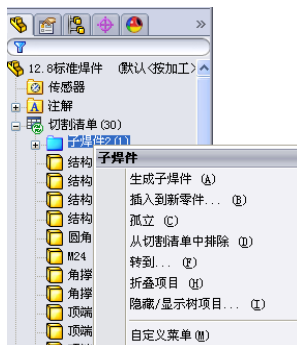

图 12-18 快捷菜单
- 06 在【子焊件】文件夹上单击鼠标右键，在弹出的快捷菜单中选择【插入到新零件】命令，如图 12-18 所示。